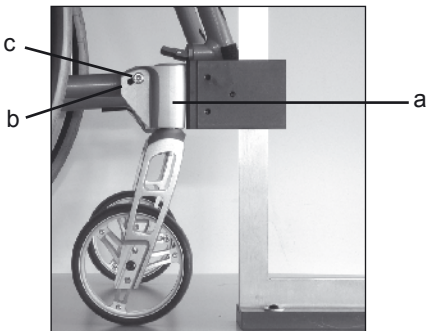

Bild 10
Für gute Lenk- und Geradeauslaufeigenschaften Ihres Rollstuhls sollten die Lenkradachsen senkrecht zum ebenen Boden justiert werden (*Bild 10*).
2. Lösen Sie die Stiftschraube (Bild 10 b) (Innensechskantschlüssel SW 2,5mm)
3. Lösen Sie die Befestigungsschrauben (Bild 10 c) (Innensechskantschlüssel 5 mm), mit denen die Lenkrad-Lagerblöcke am Rahmen befestigt sind
4. Bringen Sie den Lenkradblock (Bild 10 a) in senkrechte Position. Hierzu überprüfen Sie, ob die Vorderkanten der Lagerblöcke und somit auch die Lenkradachsen im rechten Winkel (90°) zum Boden stehen. Das geht am einfachsten durch das Anlegen eines entsprechenden Winkels. Ist diese